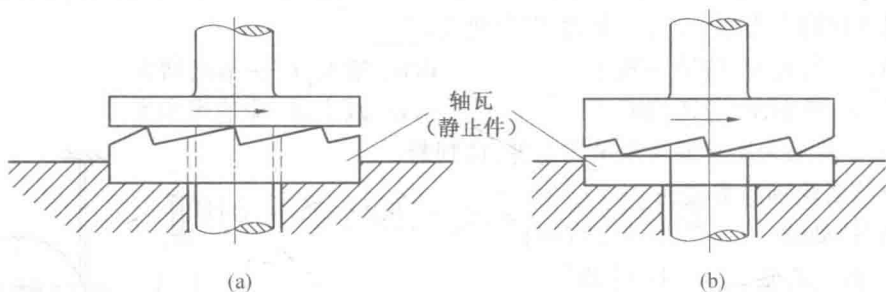

图 3
5. 判断图 3 所示两组推力轴承中，均充入了具有某种黏度的润滑油。如果运行过程中，润滑油可以不断补充，请分别说明在这两种轴承结构中，是否可以建立动压润滑油膜？为什么？